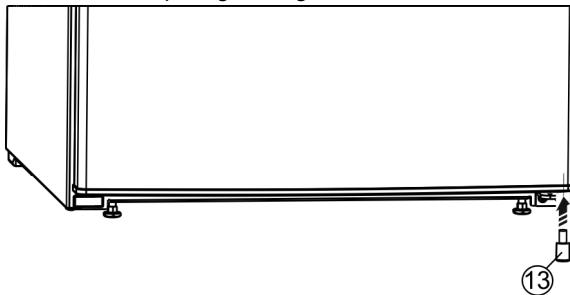

Fig. 10
- Het afstandsdeel Fig. 10 (13) weer rechtsonder in de deur plaatsen, omdat het belangrijk is voor de stabiliteit van het apparaat.